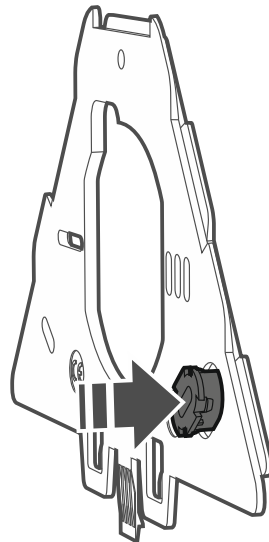

Abb. 2. Montage des Sabotage-Einsatzes in der Halterung.
1. Montieren Sie den großen Sabotage-Einsatz (Abb. 1-I) in der Halterung (Abb. 2).
3. Montieren Sie den kleinen Sabotage-Einsatz (Abb. 1-II) in der Halterung (Abb. 2).